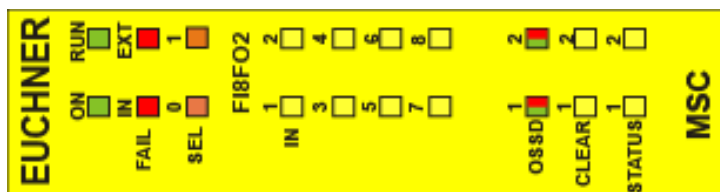

Figure 15:
8.3.3. Module FI8FO2 (Figure 15)